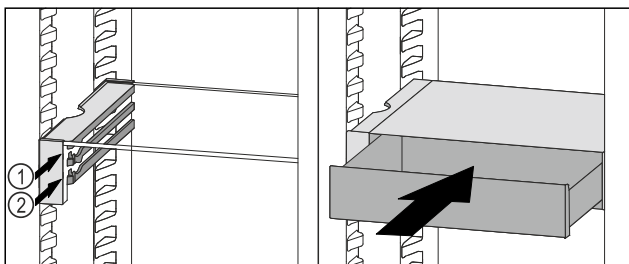

Fig. 136
- ▶ Установите выдвижной ящик VarioSafe за стопоры на требуемый выступ *Fig. 136 (1)* или *Fig. 136 (2)*.